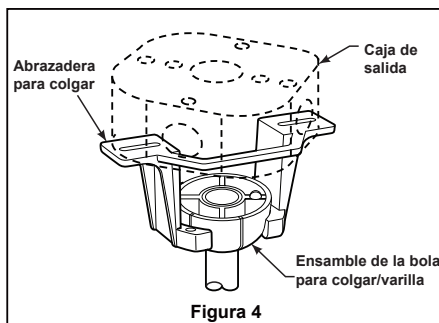

Figura 4
4. Afloje los dos tornillos de fijación del soporte del barral. Introduzca los cables de color rojo, gris y amarillo a través de la varilla. (Figura 4)
- ☐ 2. Levante cuidadosamente el ventilador y coloque el ensamble de la bola para colgar/varilla en la abrazadera para colgar que acaba de fijar a la caja de salida. Asegúrese de que la ranura de la bola esté alineada con la lengüeta de la abrazadera para colgar. (Figura 4)
3. Realice las conexiones de cables al bloque del terminal como se muestra en la Figura 4.
- ☐ **4.** Para que el ventilador sea funcional, instale las pila (incluidas) de 3V en el transmisor del mando a distancia. Mientras el ventilador esté apagado. A continuación, siga el proceso de fijación remota de código. Si no se utiliza el ventilador durante un largo periodo de tiempo, extraiga la batería para evitar cualquier daño al transmisor. Almacene el mando a distancia en un lugar alejado del calor o la humedad excesiva. (Figura 4)